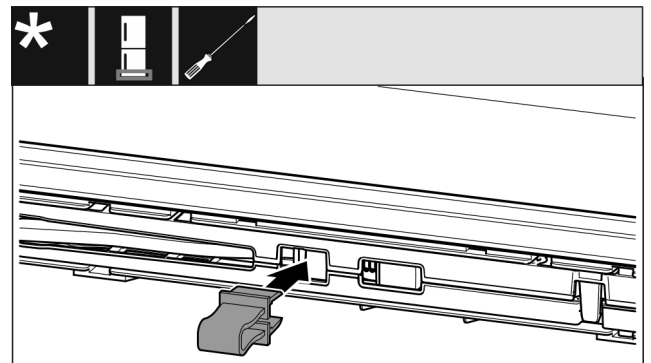

Fig. 13
- Enclencher la fixation dans l'ouverture. (voir Fig. 13)